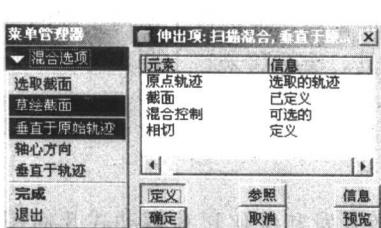
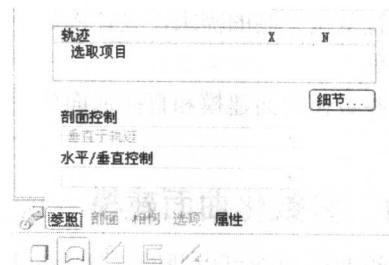

图 1-1 菜单管理器
图 1-2 参照面板
(1) 在 Wildfire3.0 之前，扫描混合特征是通过菜单管理器进行操作来选择创建特征所需要的轨迹线、截面等元素，并定义曲面间的相切进行特征的创建，如图 1-1 所示；而在 Wildfire3.0 中，采用了图标板和窗口操作相结合的方式进行曲面创建和相切定义，特别是相切定义，直接在工作窗口中利用鼠标操作即可完成，大大提高了工程师设计的效率，如图 1-2 所示。